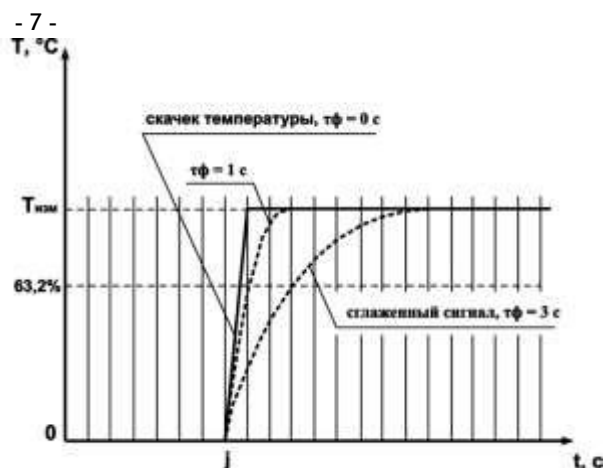

Рисунок 3.6
3.2.4.2 Цифровой фильтр устраняет шумовые составляющие сигнала, осуществляя его экспоненциальное сглаживание. Основной характеристикой экспоненциального фильтра является τ_f – постоянная времени цифрового фильтра, параметр $Ft1$ ($Ft2, Ft3, Ft4$) – интервал, в течение которого температура достигает **63,2%** измеренного значения $T_{изм}$ (рисунок 3.6).